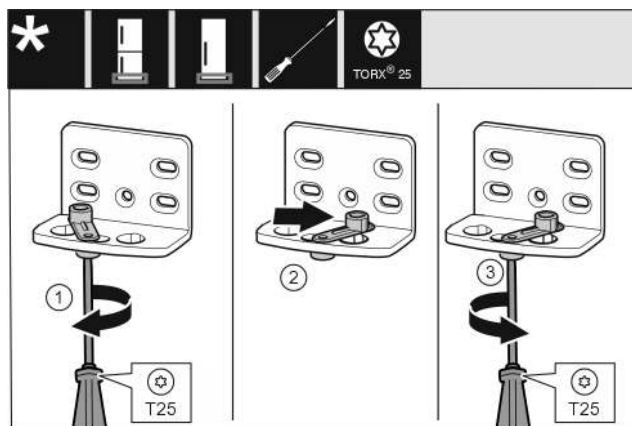

Fig. 13
- Открутите винт отверткой T25. Fig. 13 (1)
- Приподнимите фиксатор двери и поверните в отверстии на 90° направо. Fig. 13 (2)
- Затяните винт отверткой T25. Fig. 13 (3)